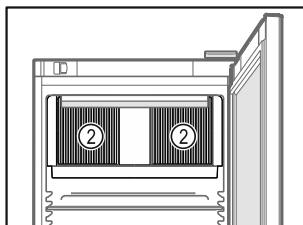

Fig. 31
- Cirkuliuojančio oro ventiliatoriaus vésinimo plyšiai Fig. 31 (2) viduje turi būti neuždengti.